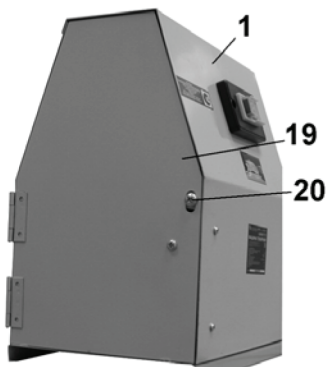

рис. 4
8.1 Контроль, замена и регулировка натяжения ремня привода (рис. 4, 5)
8.2. Регулировка частоты вращения шпинделя передней бабки (рис. 4, 5, 6).